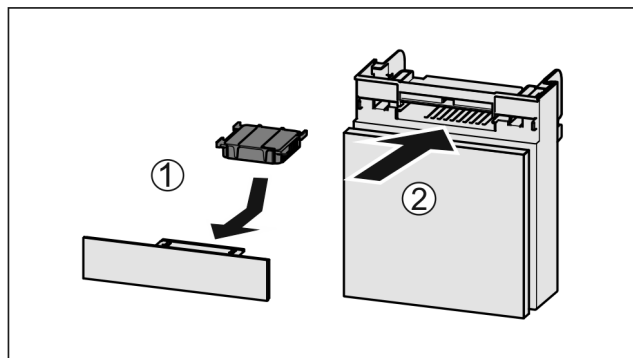

Fig. 226
- Insérer le filtre à charbon actif d'après le schéma Fig. 226 (1).
- Insérer le compartiment Fig. 226 (2).